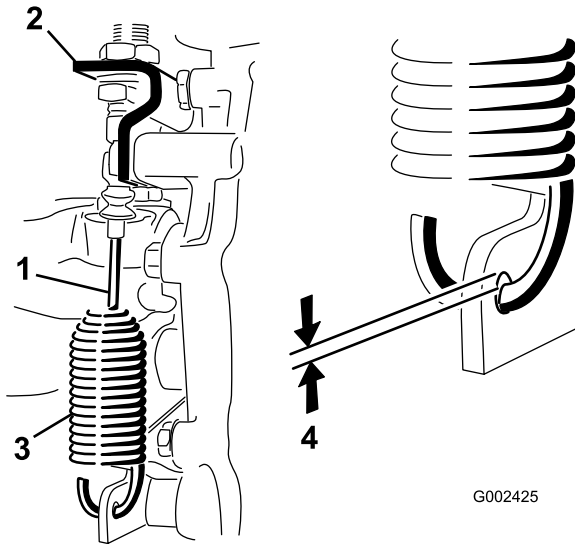

Figura 45
- Alivie as porcas de segurança que fixam o cabo de bloqueio do diferencial ao suporte no conjunto eixo-transmissão (Figura 45).